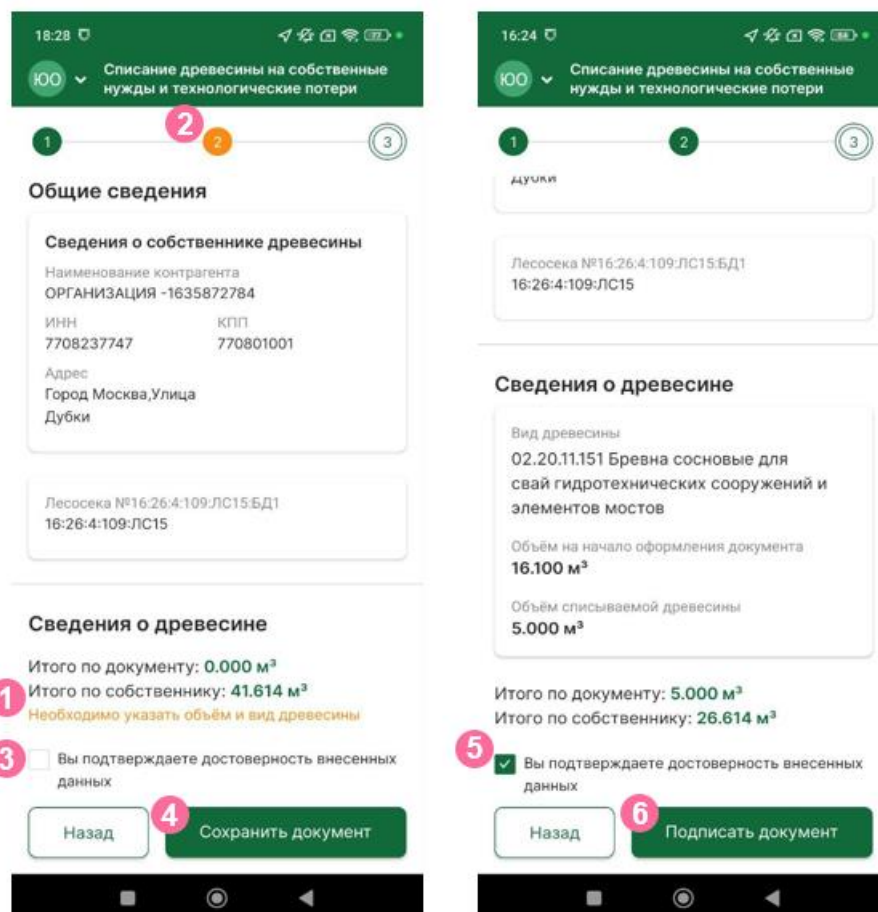

Рисунок 23 – Сохранение и подтверждение документа
- 6 Нажмите кнопку «Подписать документ» (рисунок 23).